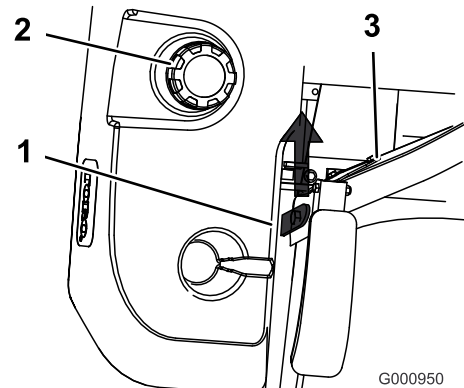

Figura 23
3. Levante el asiento. Esto le permitirá acceder a la parte de la máquina que queda por debajo del asiento (Figura 23).